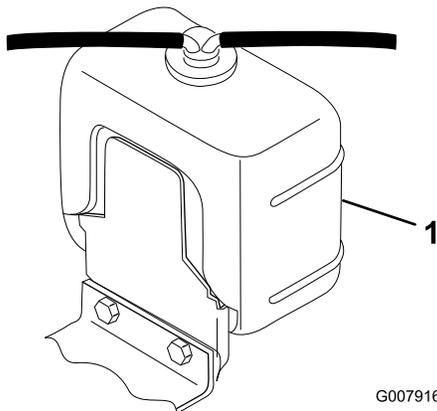

Figure 31
1. Retirez le bouchon du radiateur et le bouchon du vase d'expansion avec précaution (Figure 31).
2. Contrôlez le niveau de liquide de refroidissement dans le radiateur et le vase d'expansion (Figure 31).